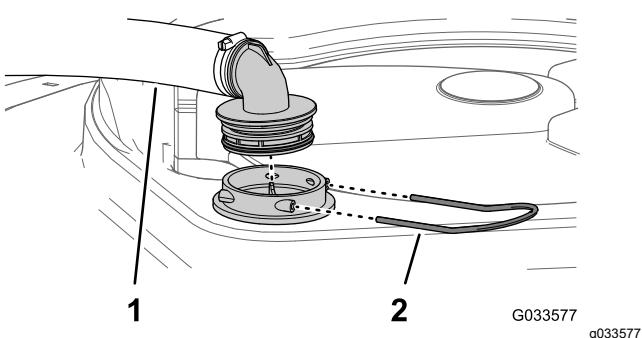

Bild 104
2. Nehmen Sie oben am Sprühbehälter den Halter ab, mit dem das Schlauchanschlussstück befestigt ist, das am dicken Schlauch und dem Filtergehäuse angeschlossen ist (**Bild 104**).
3. Nehmen Sie den Schlauch und das Schlauchanschlussstück vom Filtergehäuse ab (Bild 104).